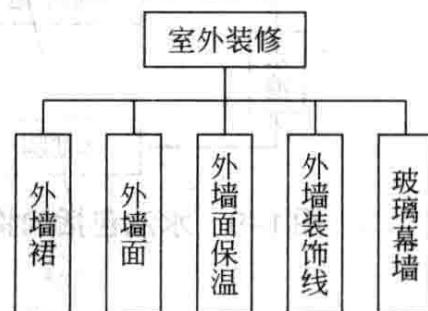

图 1-19 首层室外装修包括的构件
(6) 室外装修包括的构件 首层室外装修包括的构件如图 1-19 所示。